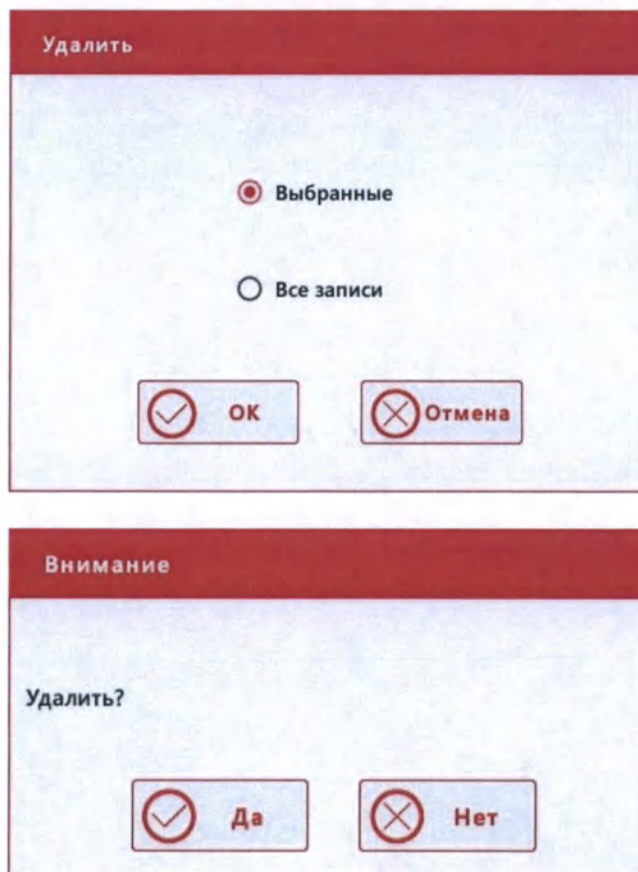

Рис.6.2-4 Диалоговые окна с запросом о подтверждении удаления записей
- 2) Нажмите кнопку «Удалить» – последовательно друг за другом появятся диалоговые окна с запросом об подтверждении удаления записей (Рис.6.2-4). Если кнопка «Удалить» в нижней строке кнопок отсутствует, то нажмите самую правую кнопку в этом ряду «[→]» для её появления.